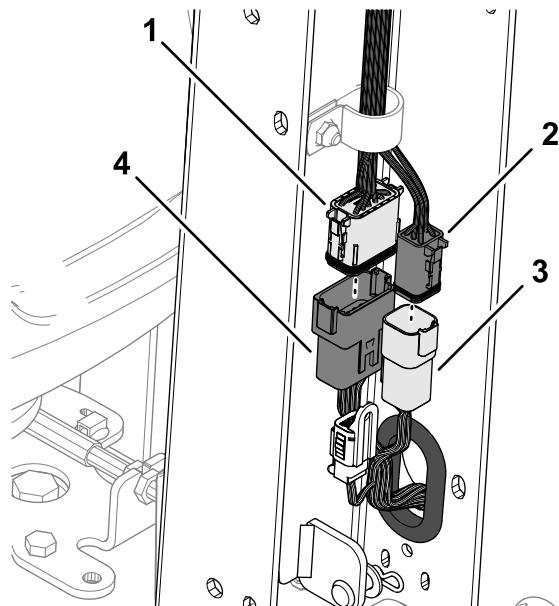

Bild 9
2. Stecken Sie den 12-poligen Stecker des Maschinenkabelbaums in den 12-poligen Stecker des Lenkerkabelbaums (Bild 9).